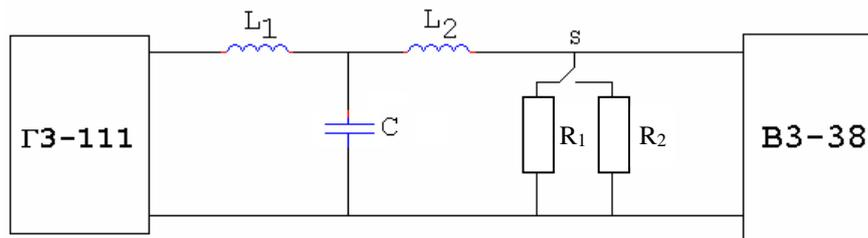

Рис. 6
5.1.1 Собрать схему измерений (рис. 6).